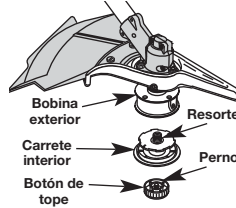

Fig. 25
1. Sostenga la bobina exterior con una mano y desenrosque el botón de tope en sentido antihorario (Fig. 25). Inspeccione el perno de adentro del botón de tope para verificar que se mueva con libertad. Cambie el botón de tope si está dañado.
2. Saque el carrete interior de la bobina exterior (Fig. 25).
3. Saque el resorte del carrete interior (Fig. 25).
1. Sostenga la bobina exterior con una mano y desenrosque el botón de tope en sentido antihorario (Fig. 25). Inspeccione el perno dentro del botón de tope para verificar que se mueva con libertad. Cambie el botón de tope si está dañado.
2. Saque el carrete interior viejo de la bobina exterior (Fig. 25).
3. Saque el resorte del carrete interior viejo (Fig. 25).